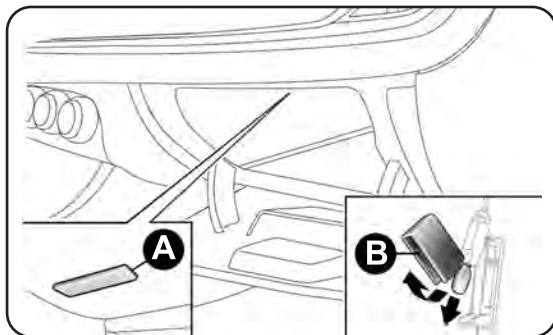

fig. 147
- apri il cassetto portaoggetti ed estrai la plafoniera A-fig. 147;